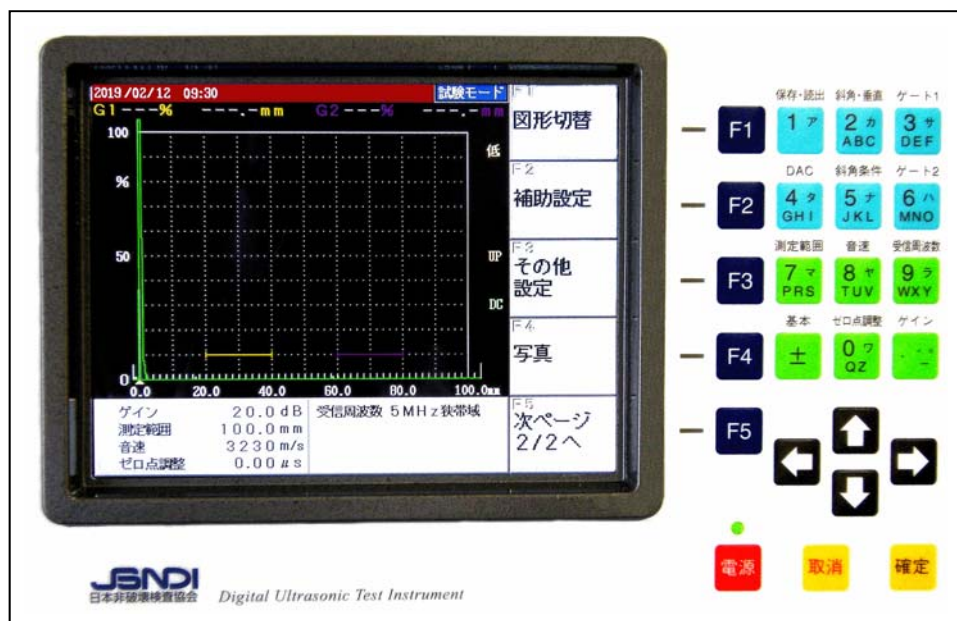

図1 初期画面
- 初期画面は、図1に示すとおりで、画面下部にゲイン、測定範囲、音速、ゼロ点調整、受信周波数が表示されている。初期化直後には、測定範囲は100mm、音速は3230m/sである。ゲート1の起点は20mmで幅が20mm、ゲート2の起点は60mmで幅が20mm、ゲート高さはいずれも10%になっている。